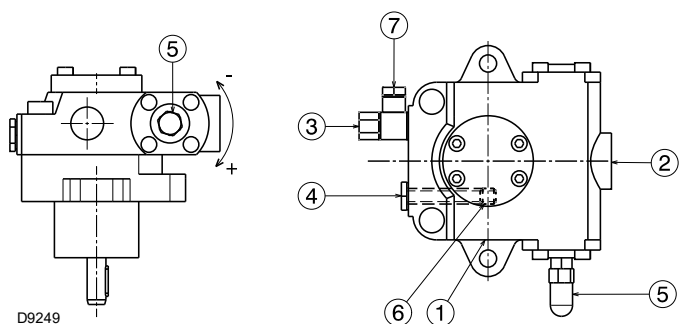

Fig. 24
Pompele au un by-pass care conectează returul cu aspirația. Acestea sunt instalate pe arzător cu by-pass-ul închis cu ajutorul șurubului 6)(Fig. 24).
- Pentru ca pompa (Fig. 24) să se aprindă automat, este esențial să slăbiți șurubul 4) pompei pentru a evacua aerul conținut în conducta de aspirație.
Legendă (Fig. 24)
Operațiunea de mai sus este posibilă deoarece pompa pleacă din fabrică plină de combustibil. Dacă pompa a fost vidanțată, umpleți-o cu combustibil de la capacul manometrului de vid 4)(Fig. 24) înainte de a o porni, altfel se va bloca.